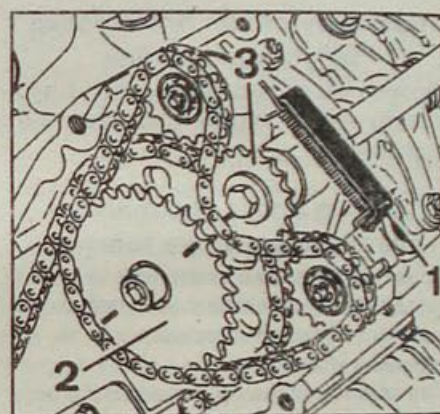

Рис. 2.5. Фиксация цепи балансировочного вала:
- Установите звездочку балансировочного вала вместе с цепью, при этом обеспечьте совмещение метки на звездочке балансировочного вала с меткой на звездочке распределительного вала (см. рис. 2.5).